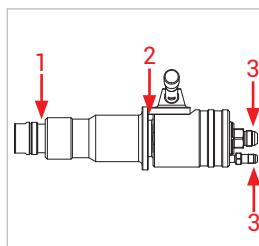

Abbildung 12
- ▶ Überprüfen Sie folgende Messstellen (*Abbildung 12*):
- WEH® Servicenippel (1)
- Führungshülse und Drehdurchführung (2)
- Verschraubung (3)